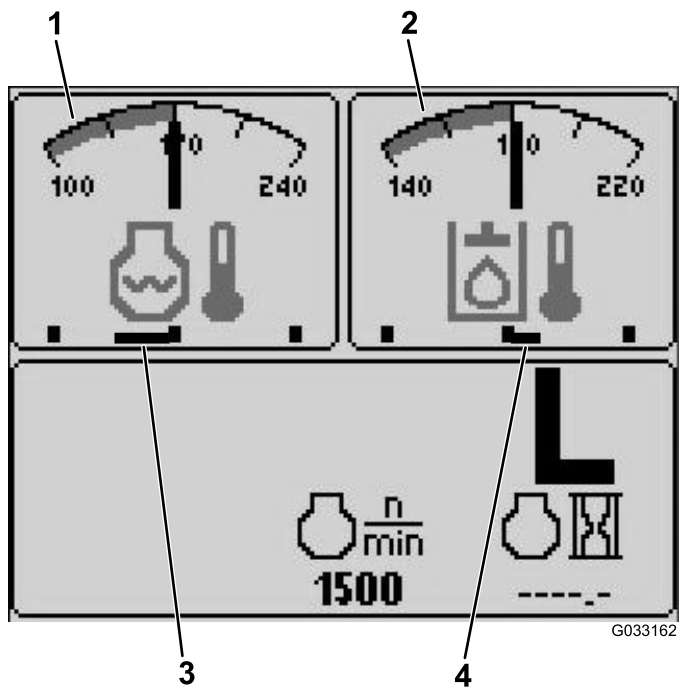

Рисунок 5
- Индикатор температуры гидравлической жидкости и вентилятора — верхний правый экран (Рисунок 5).
- Индикатор вентилятора и температуры охлаждающей жидкости двигателя — верхний левый экран (Рисунок 5).
**Примечание:** В примере на Рисунок 5 вентиляторы системы охлаждения двигателя работают в обратном направлении с частотой вращения, составляющей 50% от максимально возможной.
Направление вращения вентилятора также отображается на экране температуры охлаждающей жидкости и экране температуры гидравлической жидкости. Если полоса находится справа от средней отметки, вентиляторы вращаются в прямом направлении. Если полоса находится слева от средней отметки, вентиляторы вращаются в обратном направлении (Рисунок 5).
Данный индикатор показывает температуру гидравлической жидкости и состояние вентилятора охлаждения (Рисунок 5).
Данный индикатор показывает температуру охлаждающей жидкости двигателя и состояние вентилятора охлаждения (Рисунок 5).